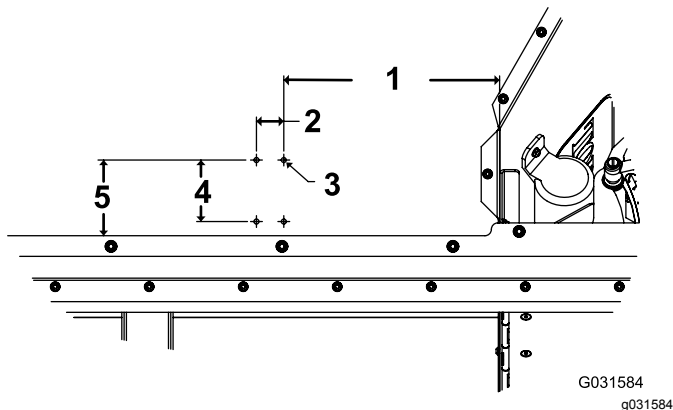

Figure 6
1. Percez 4 trous de fixation (7 mm) sur le côté de la trémie. Reportez-vous à la Figure 6 pour les dimensions de perçage.